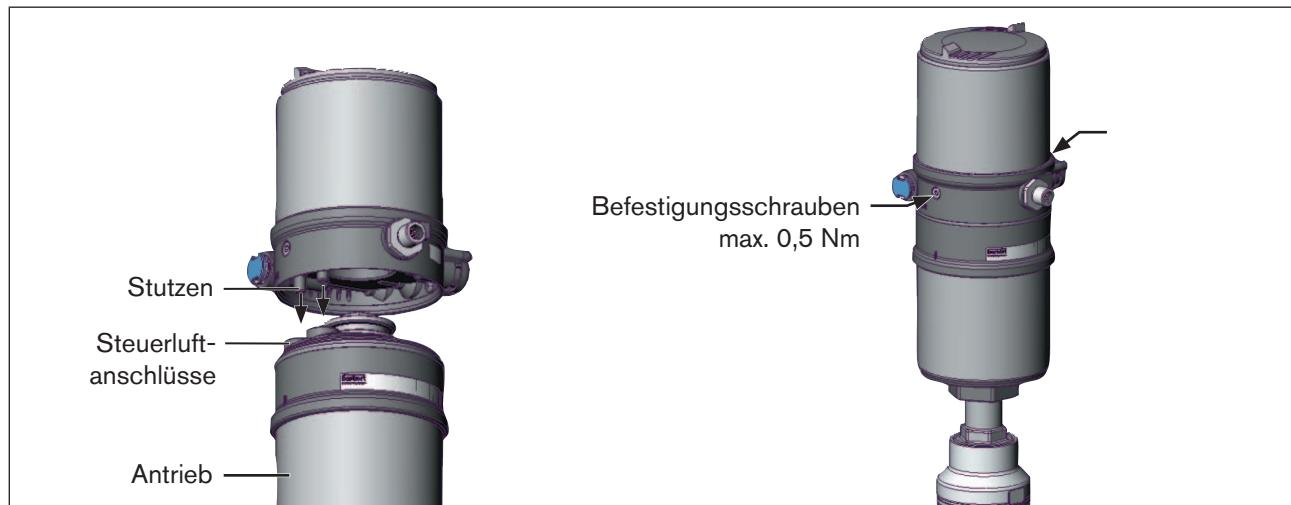

Bild 18: Montage Positioner, Reihe 2103, 2300 und 2301
2. die Stutzen des Positioners in die Steuerluftanschlüsse des Antriebs (siehe „Bild 18“) hineinfinden.